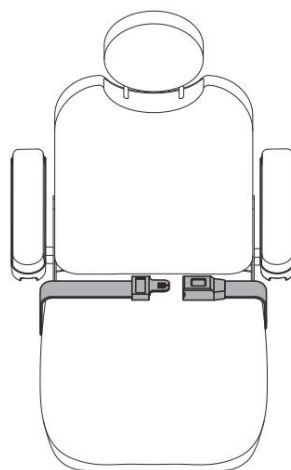

Figura 13. Ajuste del cinturón de posicionamiento
Su silla de ruedas eléctrica puede estar equipada con un cinturón de posicionamiento ajustable para mayor comodidad del operador. Consulte la figura 13.
1. Una vez colocado, inserte la pestaña metálica de un lado del cinturón en la carcasa de plástico del lado opuesto hasta que oiga un clic. Véase la figura 13.